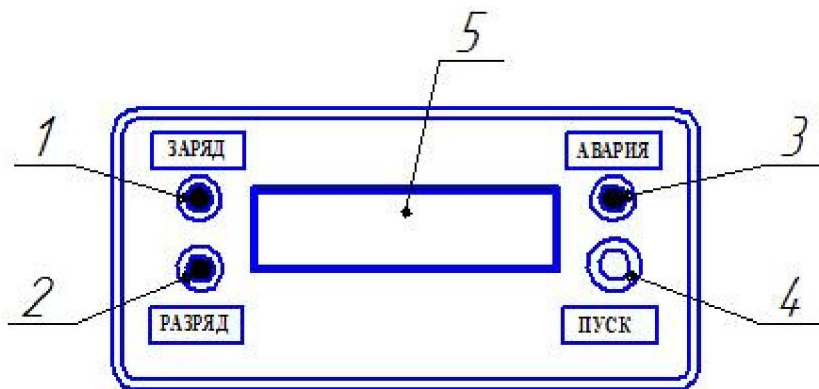

Рис.1 – Индикация и органы управления
- Назначение и расположение индикации и органов управления показано на рис.1.
При появлении сигналов об аварии 4-9 дальнейшая работа зарядной ячейки осуществляется в обычном режиме, а для снятия сигнала об аварии необходимо по окончании цикла заряда отключить АБ от зарядной ячейки и удерживать нажатой кнопку управления 4 (рис.1) в течении нескольких секунд до пропадания сигнала об аварии.